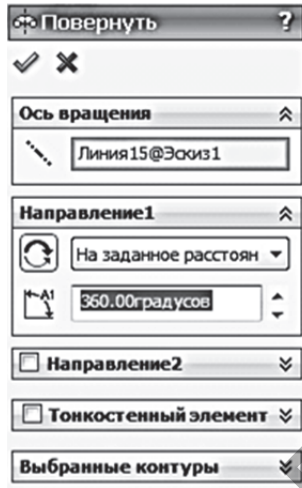

Рисунок 14.3
2. Выделите в дереве конструирования построенный эскиз, выберите команду «Повёрнутая бобышка» и установите параметры вращения, как показано в примере (рис. 14.3). В качестве осевой линии выберите горизонтальный отрезок, от которого измеряются все радиусы.